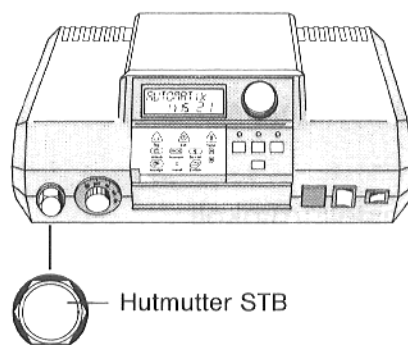

Abb. 6
- Zur Entriegelung des Sicherheitstemperaturbegrenzers muß die Hutmutter am STB abgedreht und der darunterliegende Entstörknopf eingedrückt werden (Abb. 6).